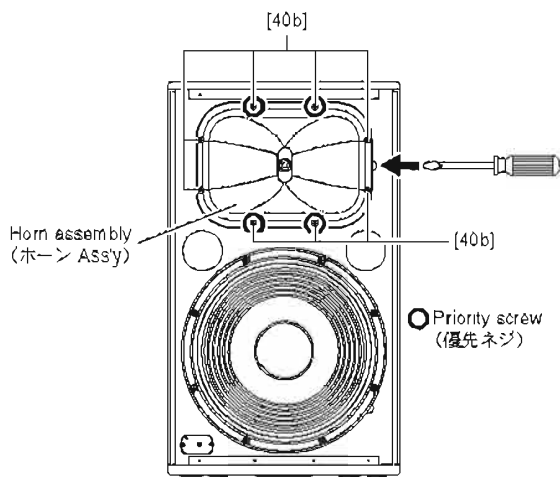
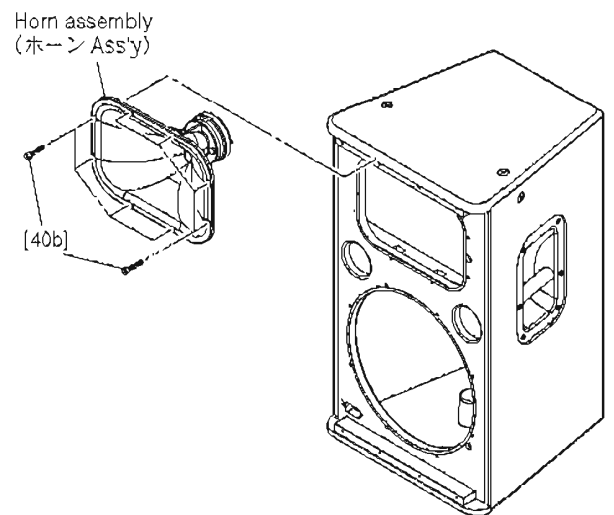

Fig. 4 (図 4)
Fig. 5 (図 5)
- 3-2. Remove the eight (8) screws marked [40b]. (Fig. 4, 5)
- 3-3. Insert the flat blade screwdriver or the like into the cavity of the cabinet, and push the horn assembly up to remove it. (Fig. 4, 5)
* When installing the horn assembly, first tighten the four (4) priority screws as shown in Fig. 4.
- 3-2. [40b] のネジ 8 本を外して、ホーン Ass'y を外します。(図 4、図 5)
- 3-3. キャビネットの切り欠きでマイナスドライバーなどを差し込んで、ホーン Ass'y を浮かせて外します。(図 4、図 5)
※ ホーン Ass'y を取り付けるときは、図に示す優先ネジ 4 本を先に締めてください。(図 4)